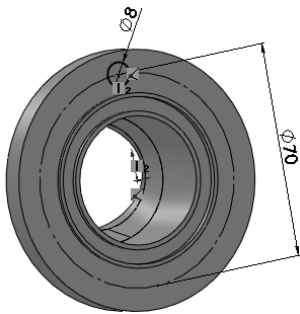
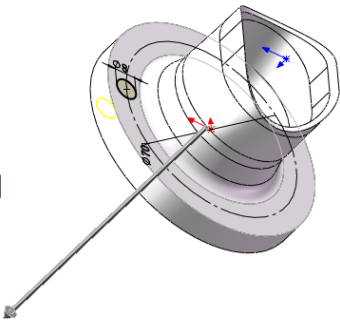

图 7-36 设置圆为构造线
图 7-37 拉伸切除实体
(1) 新建草图。选择接口的基体端面，单击“草图”工具栏中的 $\square$ （草图绘制）按钮，在其上新建一张草图。单击“标准视图”工具栏中的 $\uparrow$ （正视于）按钮，使视图方向正视于草图平面。
(2) 绘制构造线。单击“草图”工具栏中的 $\bigcirc$ （圆）按钮，或选择菜单栏中的“工具”→“草图绘制实体”→“圆”命令，利用 SolidWorks 的自动跟踪功能绘制一个圆，使其圆心与坐标原点重合，在“圆”属性管理器中勾选“作为构造线”复选框，将圆设置为构造线，如图 7-36 所示。
(3) 标注尺寸。单击“尺寸/几何关系”工具栏中的 D （智能尺寸）按钮，或选择菜单栏中的“工具”→“标注尺寸”→“智能尺寸”命令，标注圆的直径为 70 mm。
(4) 绘制圆。单击“草图”工具栏中的 $\bigcirc$ （圆）按钮，或选择菜单栏中的“工具”→“草图绘制实体”→“圆”命令，利用 SolidWorks 的自动跟踪功能绘制一圆，使其圆心落在所绘制的构造圆上，并且其 X 坐标值为 0。
(5) 拉伸切除实体。单击“特征”工具栏中的 C （拉伸切除）按钮，或选择菜单栏中的“插入”→“切除”→“拉伸”命令，弹出“切除-拉伸”属性管理器；设置切除的终止条件为“完全贯穿”，其他选项设置如图 7-37 所示，单击 $\checkmark$ （确定）按钮，创建一个接口螺栓孔。
(1) 选择菜单栏中的“插入”→“阵列/镜像”→“镜像”命令，或者单击“特征”工具栏中的（镜像）按钮，系统弹出“镜像”属性管理器。
(2) 在“镜像面/基准面”选项组中，单击选择如图 7-37 所示的前视基准面；在“要镜像的特征”选项组中，单击选择如图 7-42 所示的“切除-旋转 1”，“镜像”属性管理器设置如图 7-42 所示。单击（确定）按钮，创建的镜像特征如图 7-43 所示。